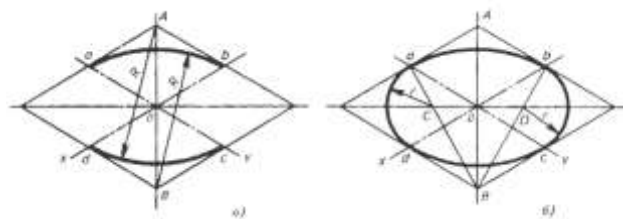

Рис.15
Второй способ – построение овала, вписанного в ромб (рис.15). Сначала строим ромб со стороной, равной диаметру окружности, и проводим через его центр большую и малую оси и два диаметра ac и bd эллипса (рис.15,а). Затем из вершин А и В тупых углов ромба проводим циркулем через точки a, c, b и d – пересечения диаметров эллипса со сторонами ромба – две большие дуги овала (R). Центры С и D малых дуг (r), замыкающих овал, находятся на большой оси эллипса. Чтобы их найти, проводим прямые через вершину В (или А) тупого угла ромба и точки a и b пересечения диаметров эллипса со сторонами ромба (рис.15,б).